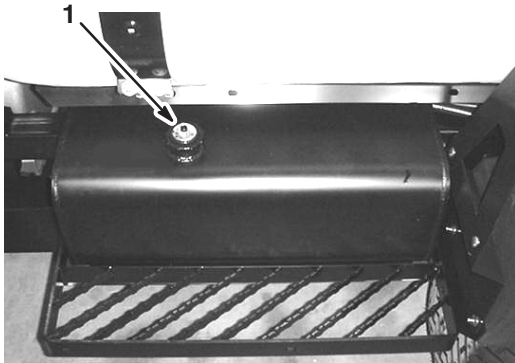

Bild 4
3. Reinigen Sie den Bereich um den Tankdeckel (Bild 4).